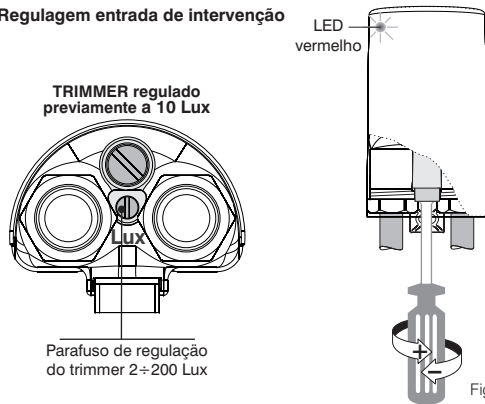

Fig. 7
- Efectuar a regulação (de 2 a 200 LUX) agindo sobre o trimmer (fig. 7) o acendimento do led assinala o estado de activação da sonda.